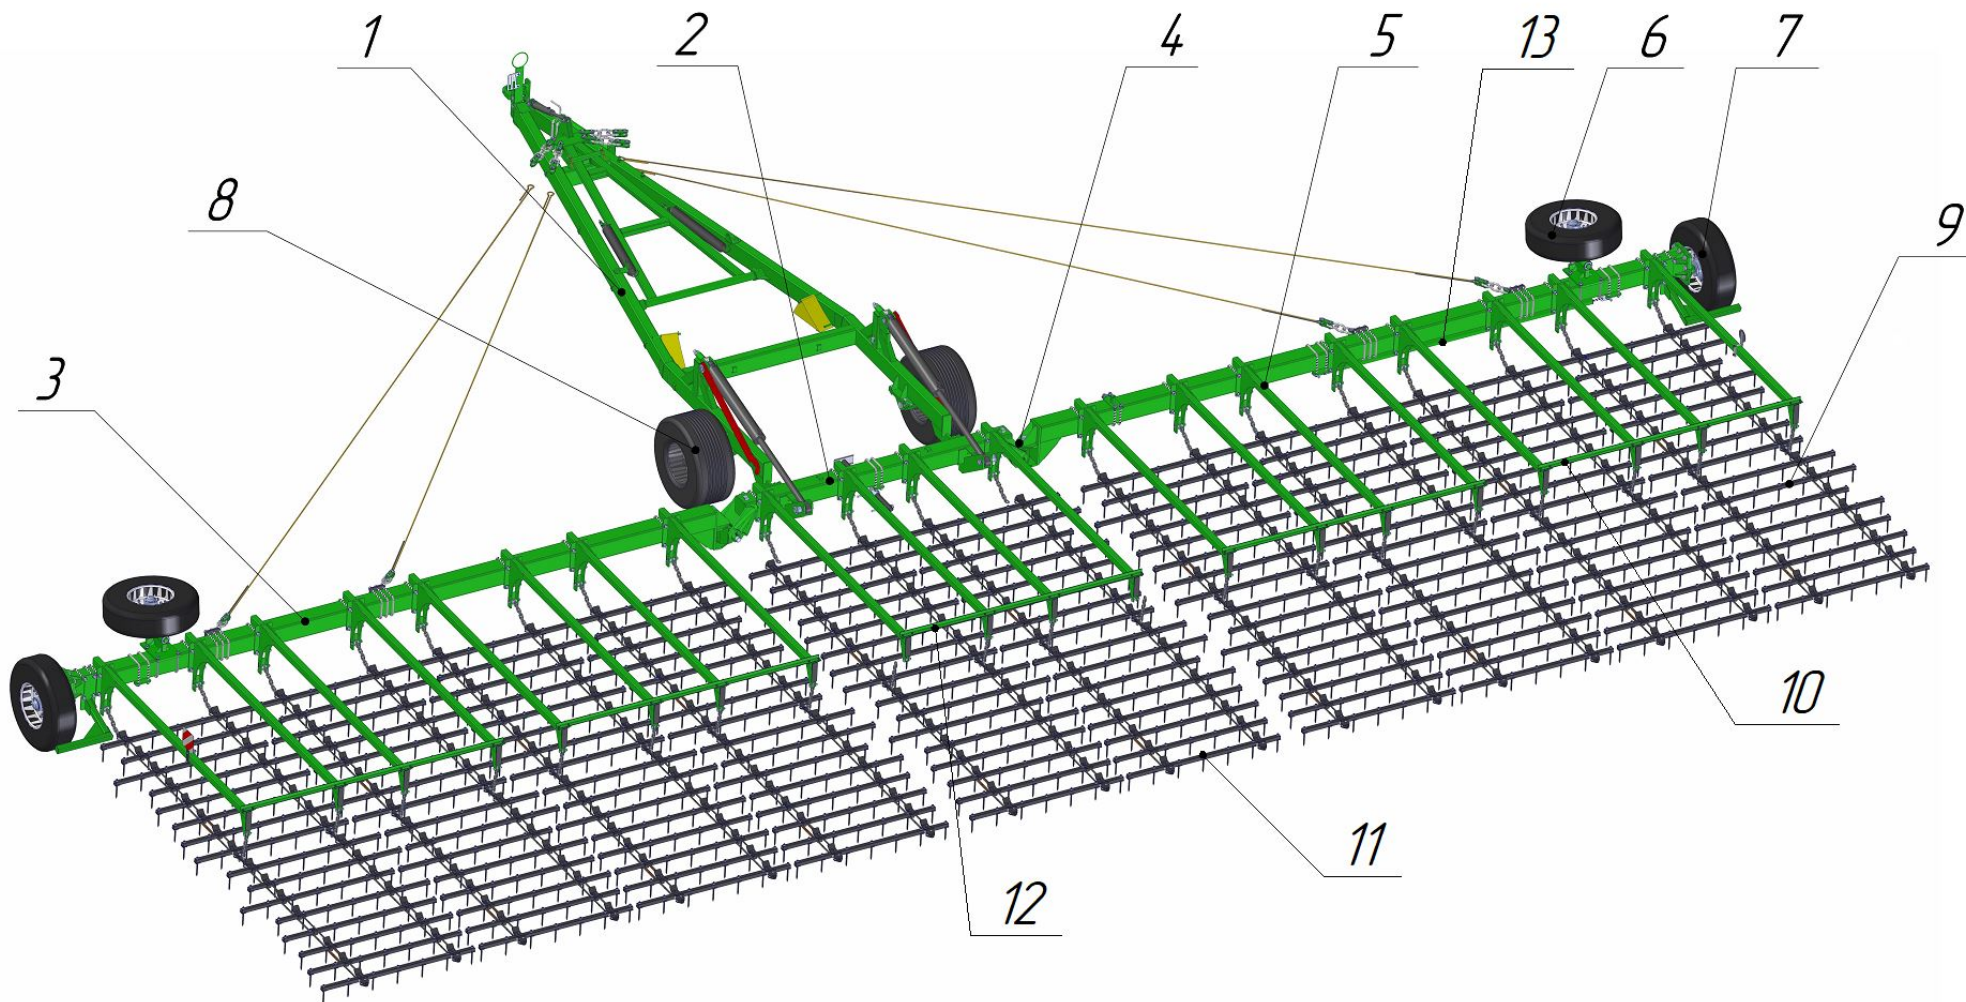

Рисунок 3 – Тяжелая шлейф борона
Бороны (Рис.3) состоит из дышла (1), балки поперечной (2) и балки продольной (3) соединённая между собой крестовиной (4). На балки (2), (3) устанавливается стойки (5) для присоединения секций (9). Опора транспортного колеса (6) и опора рабочего колеса (7) устанавливаются на балки продольной (3), с последующей установкой на них колес, для поддержания бороны в транспортном и рабочем положении. Опора колеса дышла (8) устанавливается на дышло (1).